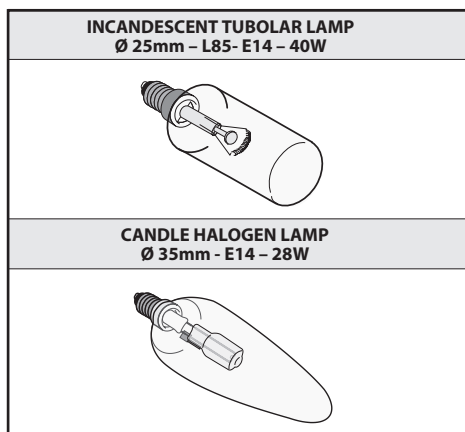

Fig.9
• Sostituzione delle lampade a incandescenza/alogene (Fig.9):